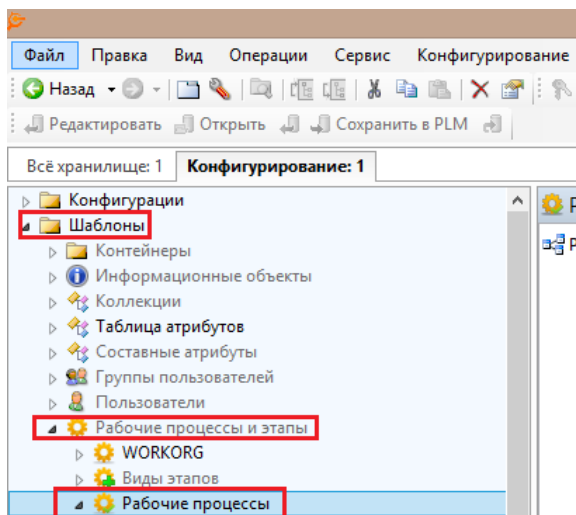

Рисунок 145 — Подпапка «Рабочие процессы»
- в отобразившемся дереве перейти в папку «Шаблоны», в подпапку «Рабочие процессы и этапы», далее выбрать подпапку «Рабочие процессы» (Рисунок 145);